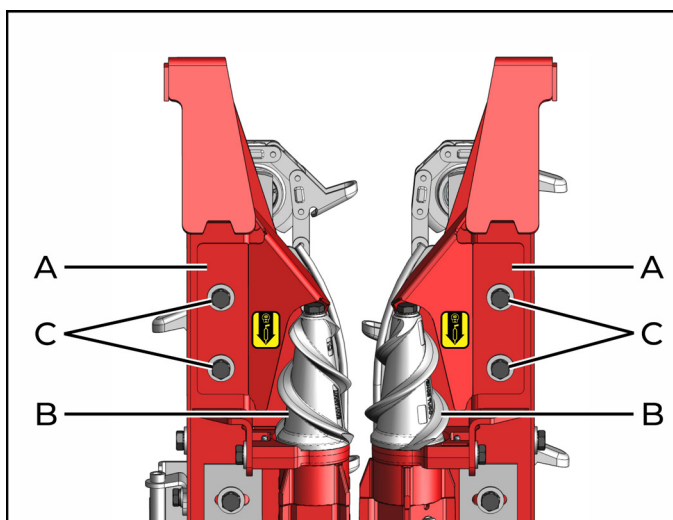

fig. 50
A posição dos protetores frontais (A) (fig. 50) dos rolos recolhedores (B), deve ser ajustada corretamente a fim de evitar a entrada de material que possa enrolar nos rolos. O ajuste deve ser feito por meio do deslocamento dos protetores (A), afrouxando os parafusos (C) de forma que fiquem o mais próximo possível dos rolos, deixando uma folga mínima.